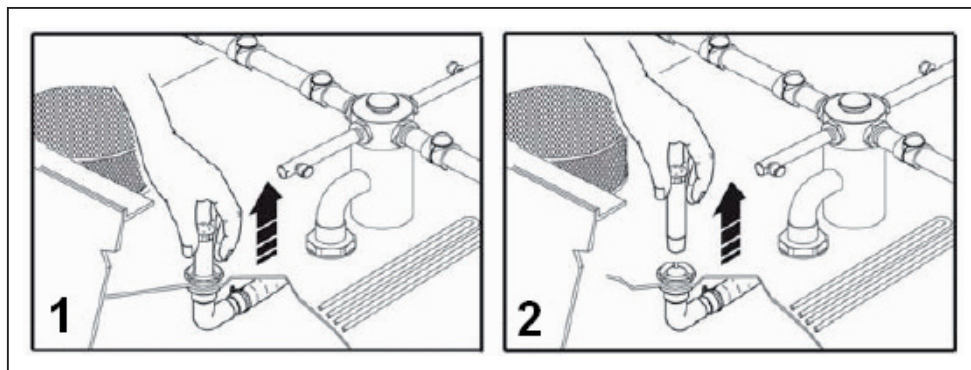

Fig. 16
1. spegnere la lavastoviglie (utilizzando l'**INTERRUTTORE DI ACCENSIONE (2)**, vedere par. 4.6) e disconnetterla dalla rete elettrica
2. togliere il tubo di troppo pieno (fig. 16)